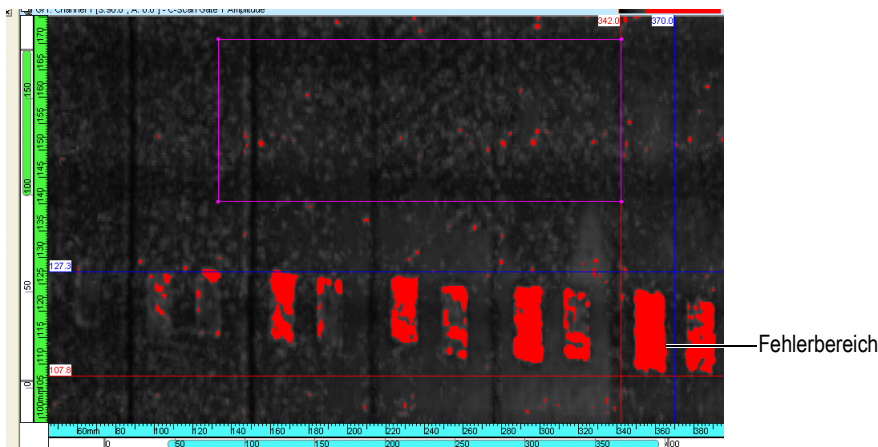

Abbildung 7-31 Bewegen der Cursor beidseitig im Fehlerbereich
- a) Klicken Sie mit der rechten Maustaste auf die Titelleiste einer Draufsicht (C), oder eines C-Bilds der Amplitude oder der Position.
5. Bewegen Sie den Referenz- und Messkursor im C-Bild beidseitig an die Fehlerindikation, wie im Beispiel in Abbildung 7-31 auf Seite 391.